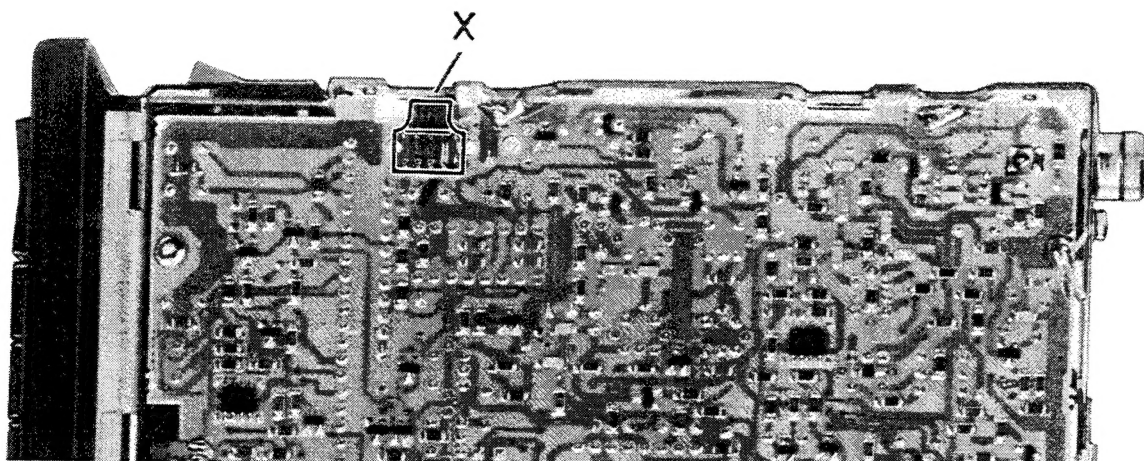

Fig. 6
B2) LW-Ausbau (Fig. 6 + 7)
1. Die Folie X ablöten (Fig. 6).
B2) Démontage de la mécanique (Fig. 6 + 7)
1. Dessolder la feuille de la tête magnétique X (Fig. 6).
B2) Dismounting of mechanism (Fig. 6 + 7)
1. Unsolder tape head foil X (Fig. 6).
B2) Desmontaje del mecanismo (Fig. 6 + 7)
1. Desoldar el folio de la cabeza de sonida X (Fig. 6).